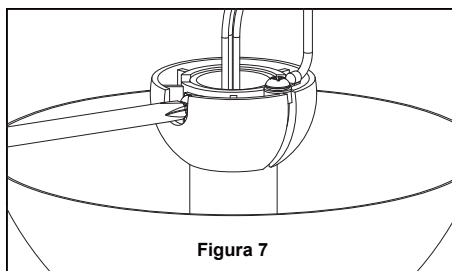

Figura 7
- ☐ 7. Vuelva a colocar la semiesfera en el barral como se indica a continuación. Pase los cables de marrón, azul, rojo, gris y amarillo a través de la semiesfera. Pase el pasador a través de los dos orificios en el barral y alinee la semiesfera de modo que el pasador quede atrapado en la ranura de la parte superior de la misma. Empuje la semiesfera hacia arriba, bien ajustada contra el pasador. Ajuste firmemente el tornillo de fijación en la semiesfera. Si el tornillo de fijación está flojo, podría provocar oscilación del ventilador. (Figura 7)